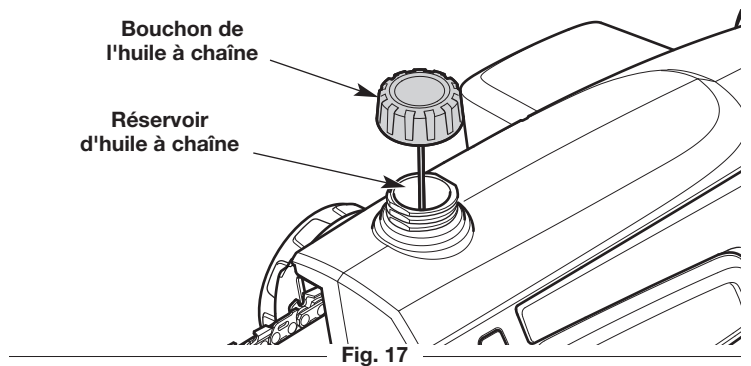

Fig. 17
1. Posez l'appareil sur une surface plane. Placez l'unité avec le bouchon d'huile à chaîne vers le haut (Fig. 17).
3. Dévissez le capuchon de l'huile à chaîne (Fig. 17).